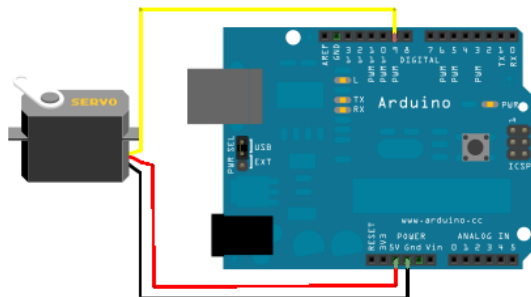

Рис. 4.5. Підключення сервопривода малої потужності до мікроконтролерної плати Arduino Uno
1. Складіть схему за рис. 4.5, використовуючи сервопривод SG90.